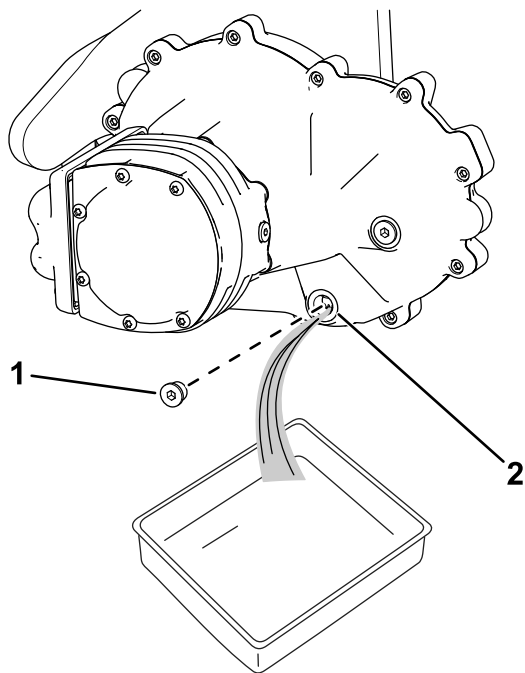

Рисунок 11
1. Подставьте сливной поддон под мотор-колесо в сборе (Рисунок 11).
2. Снимите пробку сливного отверстия (Рисунок 11)
5. Заверните пробку в сливное отверстие (Рисунок 11).